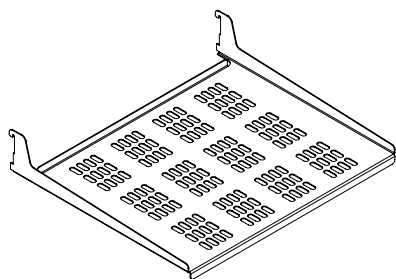

Figure 35
(2) étagères métalliques perforées en porte-à-faux (Voyez la Figure 35).